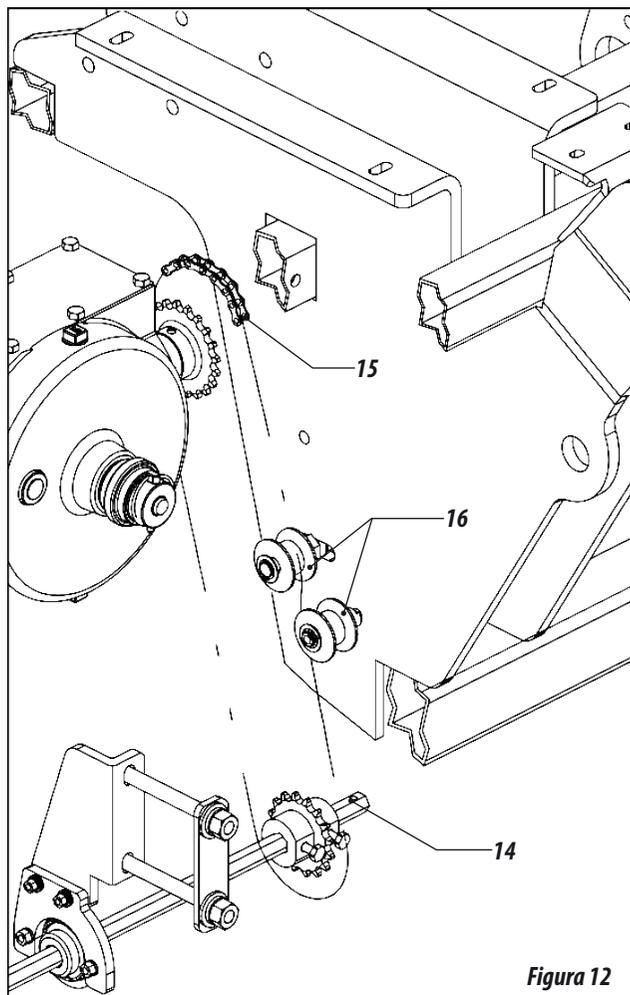

Figura 12
10 - Se houver a necessidade da retirada do eixo da semente (14), tensione a corrente de transmissão (15) através do esticadores (16). **Figura 12.**